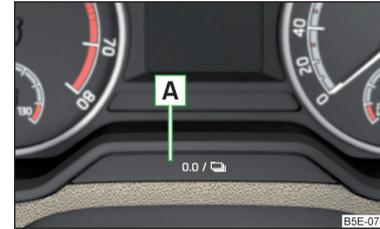

Abb. 30
- Die Taste **A** » Abb. 30 gedrückt halten, bis im Display der Menüpunkt **Service** angezeigt wird.